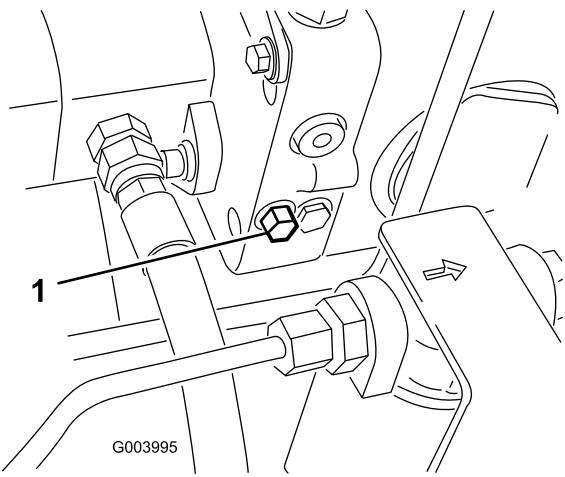

图37
- 旁通阀位于静液压泵的左侧（图37）。将螺栓旋转 1-1/2 圈，打开旁通阀并允许油在内部分流。由于液体被分流，机器可以缓慢移动，而不会损坏传动装置。